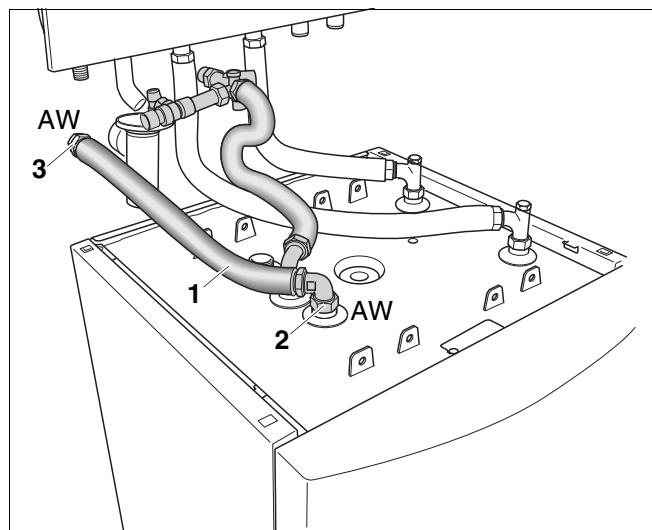

Abb. 16 Warmwasser-Anschlussrohr montieren
- Anschlusswinkel (Abb. 16, **Pos. 2**) am Speicheranschluss AW eindichten.
- Anschlusswinkel (Abb. 16, **Pos. 2**) ca. 45° nach links ausrichten (siehe Abb. 16).
- Reduzierdoppelnippel (Abb. 16, **Pos. 3**) am Wandanschluss AW eindichten.
- Warmwasser-Wellenschlauch (Abb. 16, **Pos. 1**) mit Dichtung zwischen den Reduzierdoppelnippel und den Anschlusswinkel (Abb. 16, **Pos. 2**) am Speicheranschluss AW einschrauben.